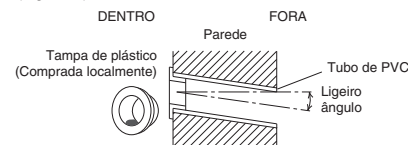

Fig. 3-37
- (6) Coloque a tampa de plástico sobre a ponta do tubo (somente para o lado interior) e insira o tubo na parede. (Fig. 3-37)